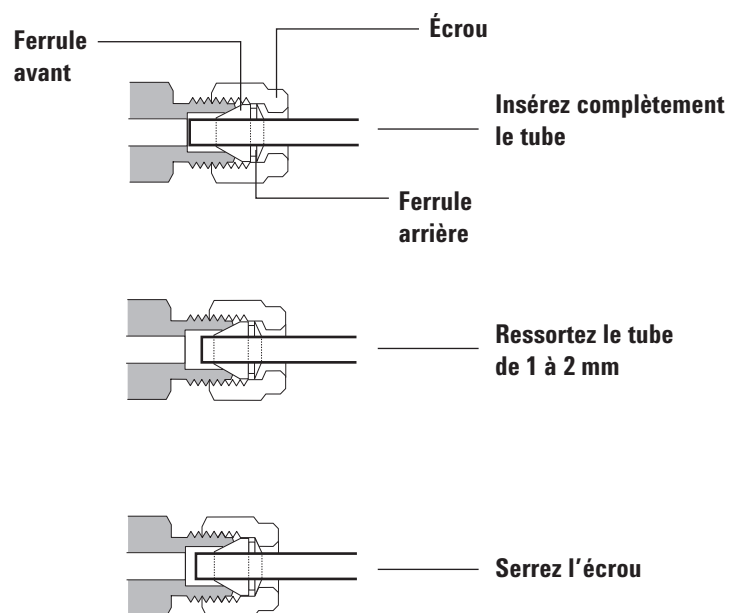

Figure 17. Insérez le tube
- 4 Poussez le tube à fond dans le raccord mâle, puis ressortez-le de 1 à 2 mm. Reportez-vous à la **Figure 17**.